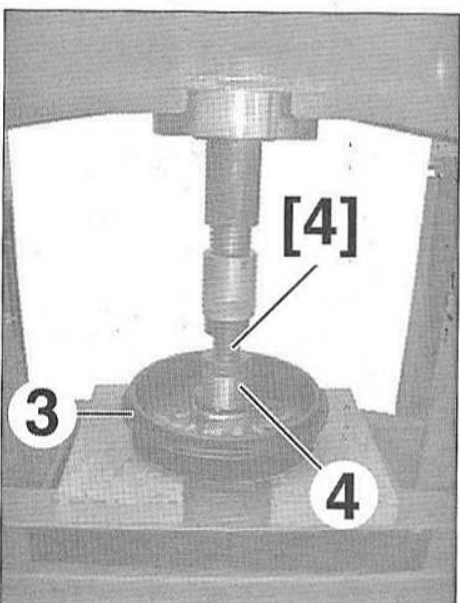

FIG.53
- Placer le tambour (3) sous la presse, face interne vers le haut (Fig.53).